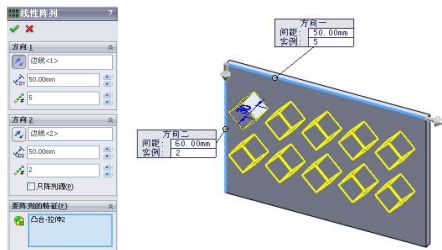

图 6-16 生成特征线性阵列
(1) 选择要进行阵列的特征。
(2) 单击【特征】工具栏中的【线性阵列】按钮或者选择【插入】|【阵列/镜向】|【线性阵列】菜单命令，系统打开【线性阵列】属性管理器。根据需要设置各选项组参数，单击【确定】按钮，生成特征线性阵列，如图 6-16 所示。